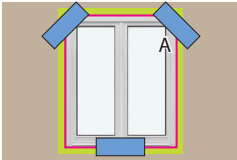

Fig. 11
1. Se till att öppningen för fönster/dörr är 20 mm större än karmens yttre omkrets längs hela omkretsen (se fig. 11).